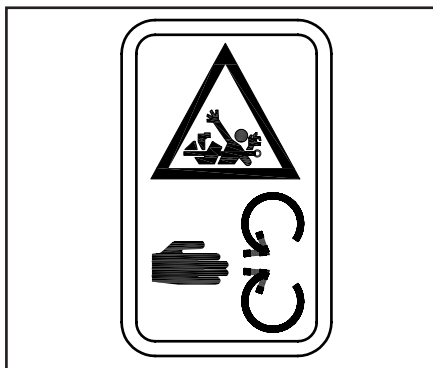

Abb. 2.27
28.3 Gefahr des Verfangens (Abb.2.27)